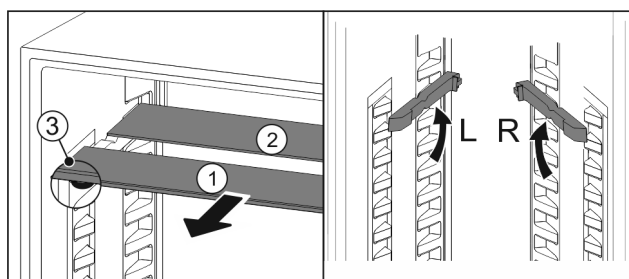

Fig. 92
- Skleněné desky jednotlivě vytáhněte dopředu Fig. 92 (1).
- ▷ Skleněná deska Fig. 92 (1) s ozdobnou lištou leží vpředu.
- ▷ Zarážky Fig. 92 (3) směřují dolů.